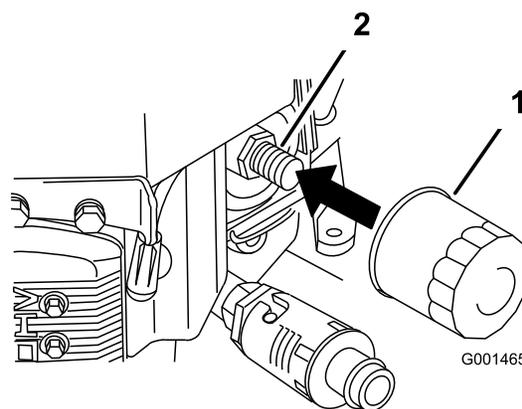

Figure 35
2. Retirez le filtre usagé (Figure 35).
3. Appliquez un mince film d'huile neuve sur le joint en caoutchouc du filtre de rechange (Figure 35).
4. Posez le filtre à huile de rechange sur l'adaptateur, tournez le filtre dans le sens horaire jusqu'à ce que le joint en caoutchouc touche l'adaptateur, puis serrez le filtre de 3/4 de tour supplémentaire (Figure 35).